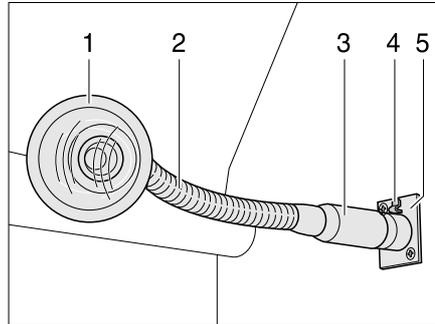

Bild 94 Steckdose mit eingesteckter Leuchte
- Steckleuchte am Fuß (Bild 94,3) fassen.
- Entriegelungsknopf (Bild 94,4) drücken.
- Steckleuchte (Bild 94,1) aus der Steckdose (Bild 94,5) ziehen.
- Steckleuchte am "Schwanenhals" (Bild 94,2) (sofern vorhanden) oder am Gehäuse fassen und schwenken.